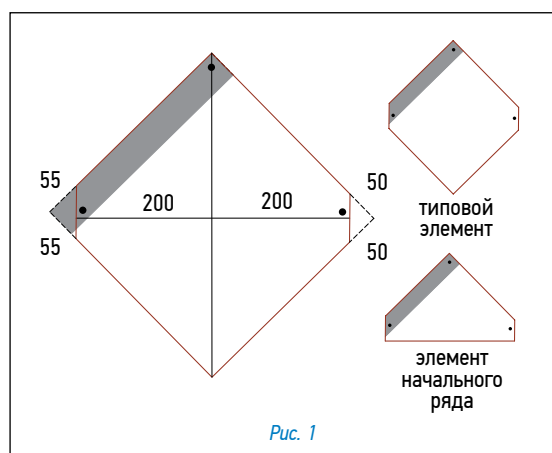
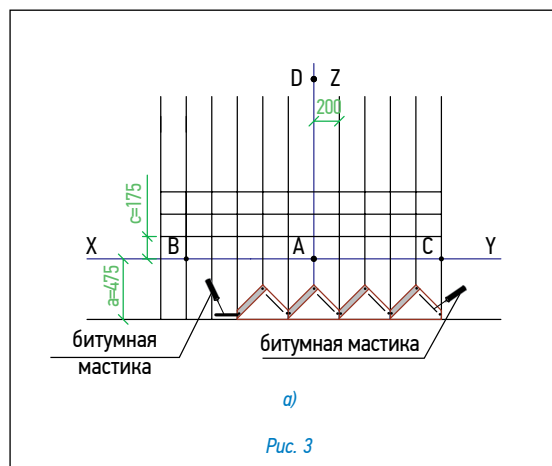

Рис. 1
Рис. 3
Ендова (рис. 3)
- ровно по центру ендовы расстилается специальный рулонный материал «Аква-ролл», фиксируется в верхней части двумя гвоздями и обрезается в нижней части по линии карниза (рис. 3а);
2. «Аква-ролл» укладывается с нахлестом 20 см, место нахлеста тщательно обрабатывается битумной мастикой (рис. 3а).
- непосредственно перед укладкой в ендову черепицы, защитная пленка с лицевой стороны «Аква-ролл» снимается и на самоклеящуюся поверхность укладываются листы черепицы, обрезанные в соответствии с заранее отбитыми линиями (рис. 3б).
Внимание: 1. Необходимо также подрезать верхний уголок обрезанного края листа (см. рис. 3в) для правильного стока воды.
2. Крепление обрезанного листа к медной части «Аква-ролл» осуществляется при помощи сплошной полосы битумной мастики (рис. 3б).
4. В случае, если скоба «Компакт-клип» приходится на место обреза листа, можно либо обрезать накладку, оставив минимум 2 см в нижней части (рис. 3в), либо произвести укладку листов без использования накладки.
Укладка материала (рис. 3)
- Типовые элементы Prestige Versalle выкраиваются из листов Prestige Compact (рис. 1);
- элементы начального ряда формируются из типовых элементов (рис. 1), укладываются по линии карниза в обе стороны от линии AD и фиксируются по нижнему краю битумной мастикой и тремя гвоздями (рис. 3а);
- укладка типовых элементов первого ряда начинается от линии AD, при этом элементы укладываются встык и их верхний угол выравнивается по линии XY (рис. 3б). Каждый элемент фиксируется тремя гвоздями — по центру вертикальных срезов и в верхнем углу на расстоянии 2 см от края;
Для крепления гибкой черепицы используются гвозди из нержавеющей стали улучшенного прилегания (ершенные) с гладкими широкими шляпками. Каждый типовой элемент крепится тремя гвоздями в штатных местах, в соответствии с рекомендациями, приведенными выше (рис. 3б).